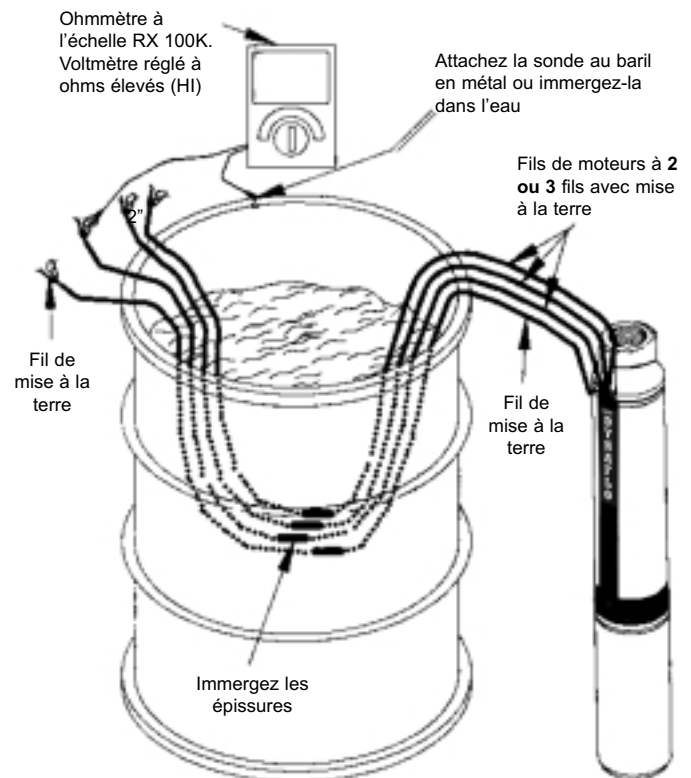

Figure 3 – Test des câbles
1. Immergez les câbles et les connexions épissées dans un baril en acier rempli d'eau, en gardant les deux extrémités hors de l'eau et hors de contact avec le baril (figure 3).
2. Réglez un ohmmètre à l'échelle RX 100K et ajustez l'aiguille à zéro (0) en gardant les sondes reliées ensemble.
4. Si l'aiguille reste à zéro (0) en testant l'une des extrémités des câbles, cela indique qu'une épissure n'est pas étanche. Pour confirmer si c'est le cas, retirez l'épissure en question de l'eau. Si l'aiguille se déplace maintenant vers l'infini, la perte se trouve bel et bien dans l'épissure.